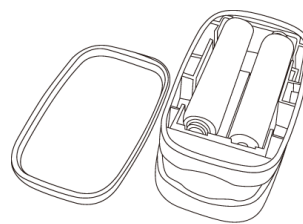

Figura 5. Instalación de las baterías
- Paso 1. Consulte la Figura 5. e inserte las dos baterías de tamaño AAA correctamente en la dirección correcta.